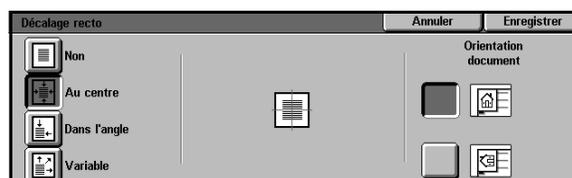

Figure 20 : Écran Décalage image avec option **Au centre** sélectionnée
- 3 Sélectionnez l'option **Au centre** afin d'accéder à l'écran de paramétrage correspondant (voir la figure 20).